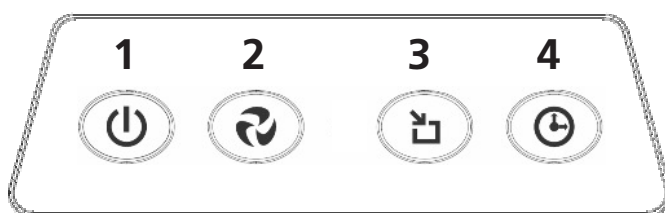
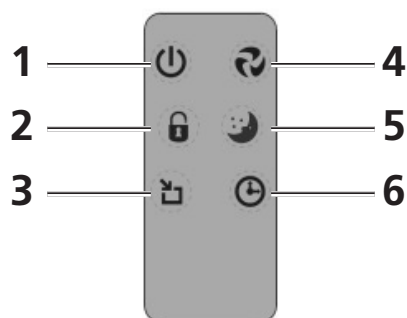

Bild 3
Bild 4
1. Visar inställd fläktkapacitet. Fläktkapaciteten kan anges genom att trycka på Knapp 2 (Bild 3) eller Knapp 4 på fjärrkontrollen (Bild 4). Genom att trycka på knappen upprepade gånger cyklas fläktkapaciteten från LÅG (LOW) till MEDEL (MEDIUM) till HÖG (HIGH) och tillbaka till LÅG (LOW).